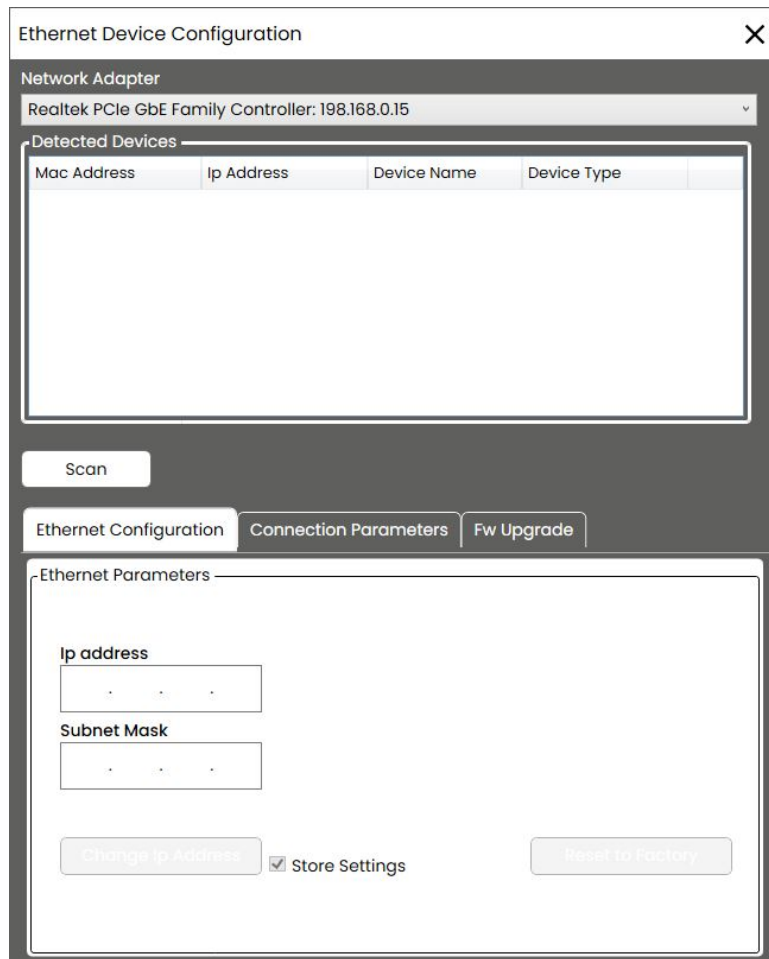

Figura 5.4: Ethernet Device Configuration
- Ethernet Device Configuration, figura 5.4: per gestire e aggiornare tramite connessione ethernet i dispositivi Camozzi che supportano questa funzionalità, vedere capitolo 5.9.